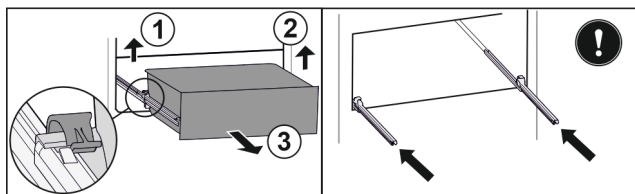

Fig. 117
- ▶ Nosta vasenta pidikettä ja vedä samalla vetolaatikkoa vasemmalta eteenpäin. Fig. 117 (1)
- ▶ Nosta oikeanpuolista pidikettä ja vedä samalla vetolaatikkoa oikealta eteenpäin. Fig. 117 (2)
- ▶ Poista vetolaatikko vetämällä sitä eteenpäin. Fig. 117 (3)